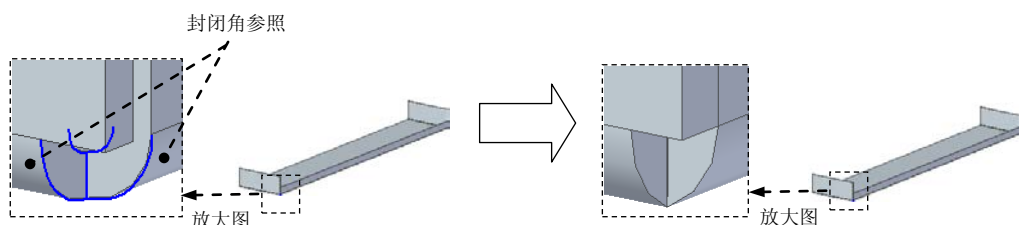

图 8.13.108 封闭角特征 1
Step5. 创建图 8.13.108 所示的封闭角特征 1。
(1) 选择命令。单击“主页”功能选项卡“钣金”工具栏中的“封闭二折弯角”按钮 .
(2) 定义折弯至闭合。选取图 8.13.108 所示的相邻折弯特征为封闭角参照。